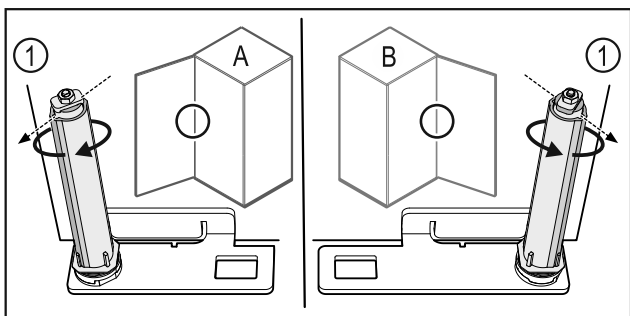

Fig. 61 Levo omejilo (A) / desno omejilo (B)
- ▶ Obrnite zaporni sistem proti uporju, dokler ni mostiček zapornega sistema Fig. 61 (1) obrnjen navzven.